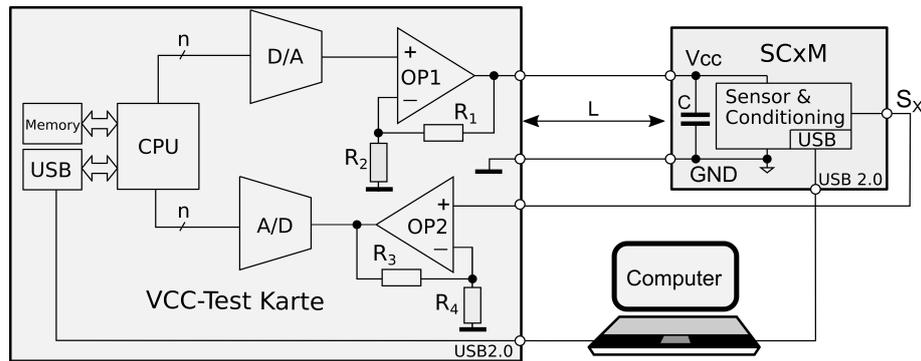

Abbildung 1: Messsystem zur Ermittlung der Störfestigkeit der Betriebsspannung.
Der Kunde gibt vor, für diesen Test das bisher bei ihm eingesetzten Messsystem nach Abb. 1 zu verwenden, wobei die darin verwendete VCC-Test-Karte ggf. angepasst werden kann. In diesem Messsystem wird in der Software des Computers ein Signal zur Erzeugung der für die SCxM-Variante spezifizierten Zeitverläufe der Betriebsspannung erzeugt und über eine USB-Verbindung an eine Transceiver-Komponente (vgl. $\mu C2$ im Anhang) übermittelt. An deren D/A-Ausgang steht das entsprechende analoge Abbild zur Verfügung. Dieses wird durch einen Operationsverstärker konditioniert und an die Betriebsspannungsanschlüsse der SCxM-Baugruppe angelegt. Die Wirkung der zeitveränderlichen Betriebsspannung auf die Baugruppe wird anhand des Ausgangssignals S_X ermittelt, das über einen Operationsverstärker mit dem Empfangspfad der Transceiver-Komponente verbunden ist. Die Auswertung der Empfangssignale erfolgt wiederum an dem über den USB-Bus angeschlossenen Rechner. Über eine zweite USB-Verbindung kann die SCxM Karte konfiguriert werden (z.B. Sensor ein/aus). Die für den beschriebenen Ablauf notwendige Software für Transceiver und Rechner ist bereits beim Kunden vorhanden.
1. Partitionieren Sie das zur Realisierung der Aufgabenstellung vorgeschlagene Messsystem in Abb. 1 in kanonische Blöcke aus Wandler-, Konditionierungs- und Verarbeitungblöcken. Fassen Sie zur Vereinfachung die CPU mit dem daran angeschlossenen Memory- und USB-Block zu einen Verarbeitungsblock zusammen. A/D und D/A Wandler sowie der Computer werden als jeweils ein zusätzlicher Verarbeitungsblock berücksichtigt.